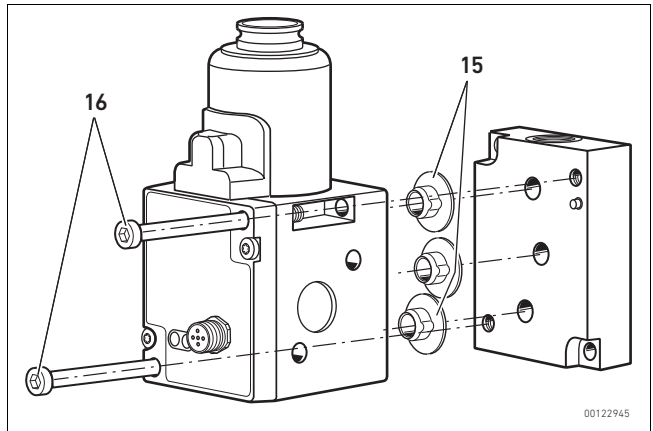

Abb. 5: Montar la válvula reguladora de presión ED05 en una placa base
3. Inserte los dos tornillos M6 x 75 (**16**) en los dos orificios de paso (véase fig. 5 en la página 198) y apriételos.